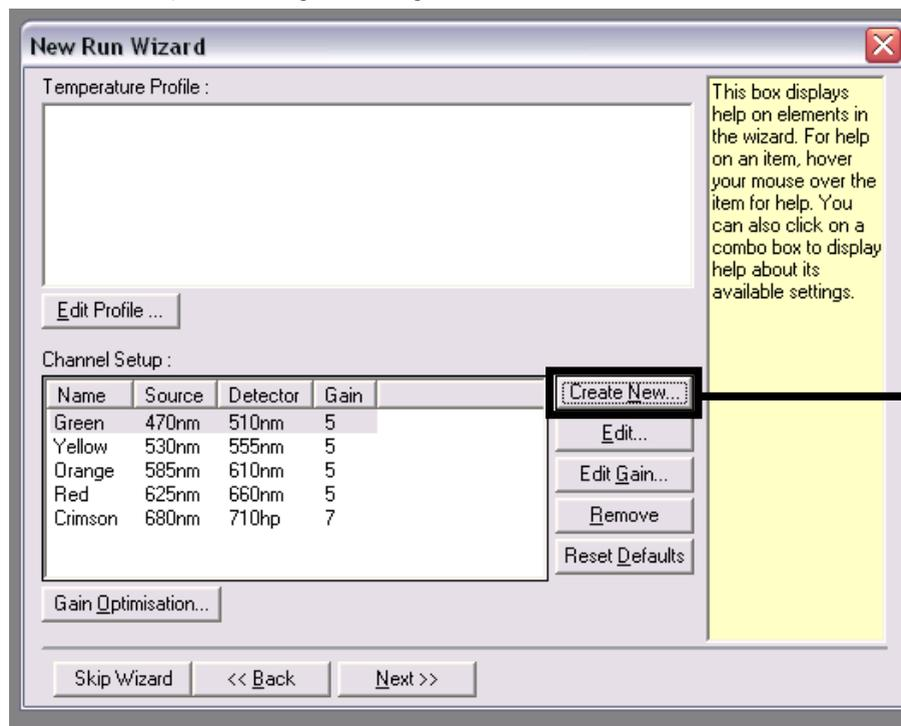
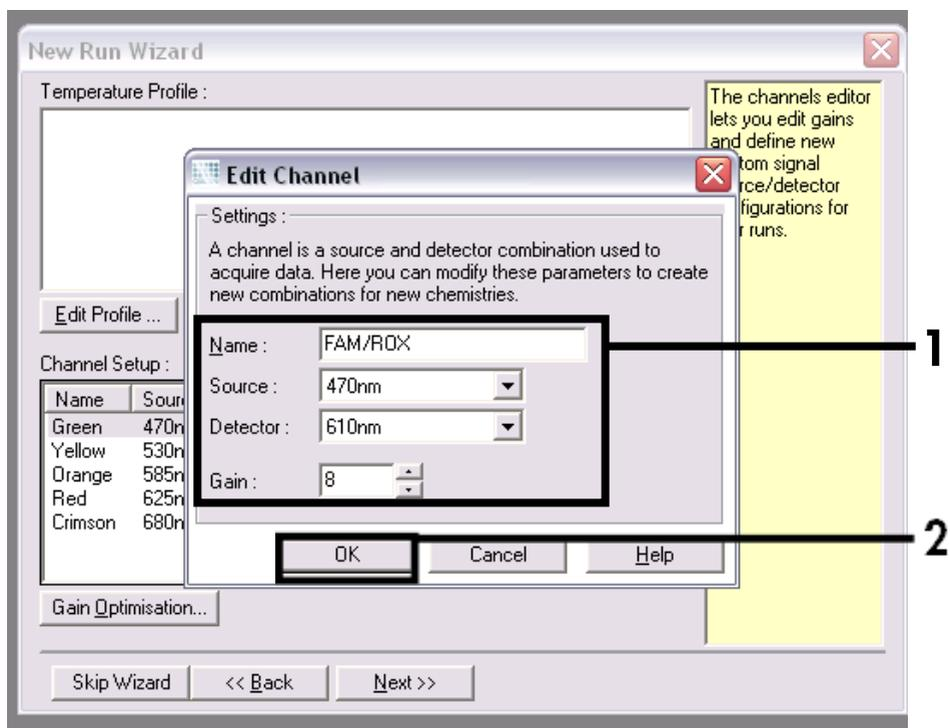

Figure 4. Création de nouveaux canaux.
Figure 5. Création d'un nouveau canal « FAM/ROX ».
Création de nouveaux canaux	Figure 4 à Figure 7
9. Cliquer sur le bouton « Create new » (Créer un nouveau) dans la boîte de dialogue « New Run Wizard » suivante (Figure 4) et programmer 2 canaux supplémentaires, comme indiqué sur les Figure 5 à Figure 7).